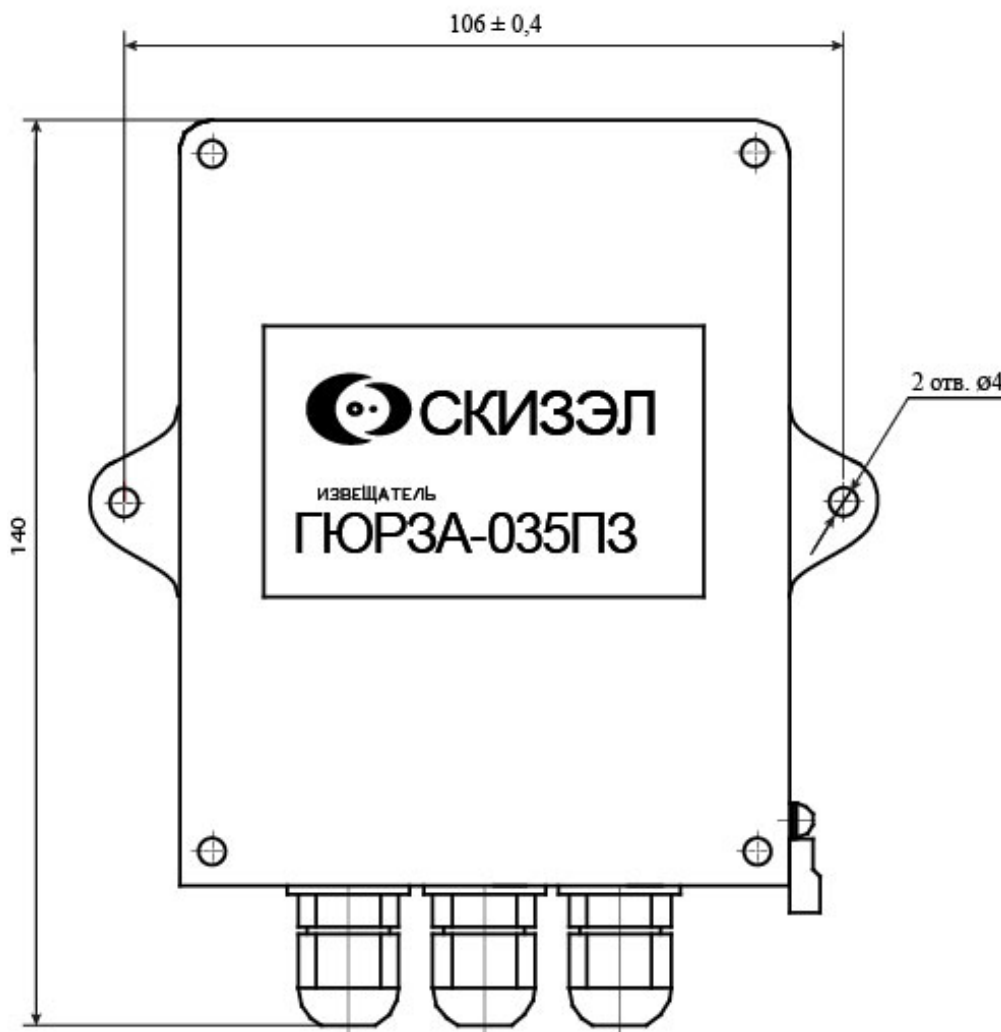

Рисунок 4.1
– произвести разметку под отверстия для крепления БОС (рисунок 4.1.);